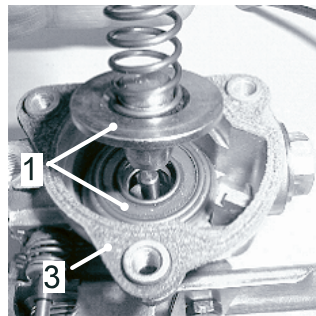
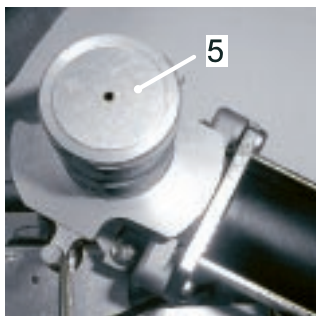
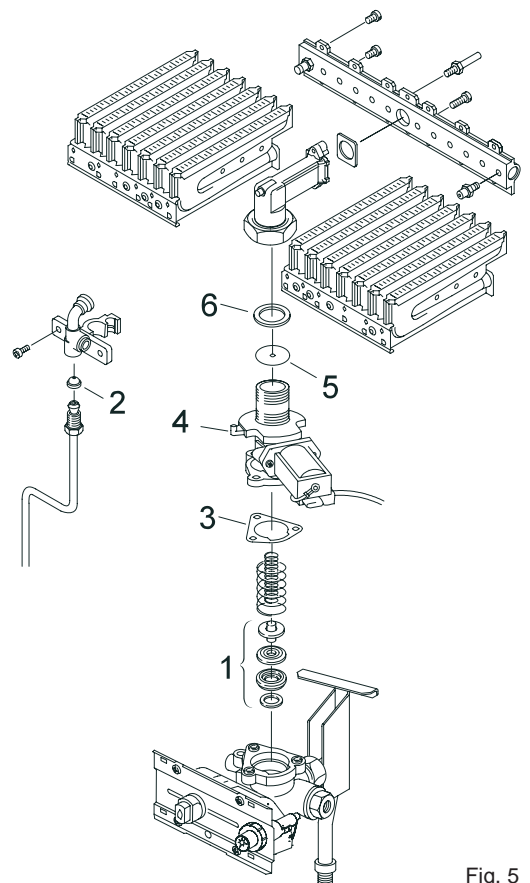

Fig. 2
Fig. 3
Fig. 5
6. Scollegare il connettore elettrico Rif. 4 (Fig. 5) presso la valvola gas ed asportare le molle antagoniste.
7. Sostituire il gruppo dei piattelli-gas, riposizionare le molle come in origine Rif. 1 (Fig. 5) e Rif. 1 (Fig. 2).
8. Sostituire la guarnizione Rif. 3 (Fig. 2) e Rif. 3 (Fig. 5) quindi richiudere la parte superiore del gruppo gas.
9. Reinserrire il connettore elettrico presso la valvola gas Rif. 4 (Fig. 5).
13. Solo per gli apparecchi LM 13 PVHF / LM 13 PVF, eliminare il diaframma Rif. 5 (Fig. 3) e Rif. 5 (Fig. 5) poiché non necessario su questi modelli in versione GPL.
14. Sostituire la guarnizione Rif. 6 (Fig. 5).
15. Rimontare il bruciatore principale (capovolgendolo prima d'introdurlo nella sua camera). Controllare che all'atto del fissaggio del bruciatore, la guarnizione Rif. 6 (Fig. 5) sia bene in sede.